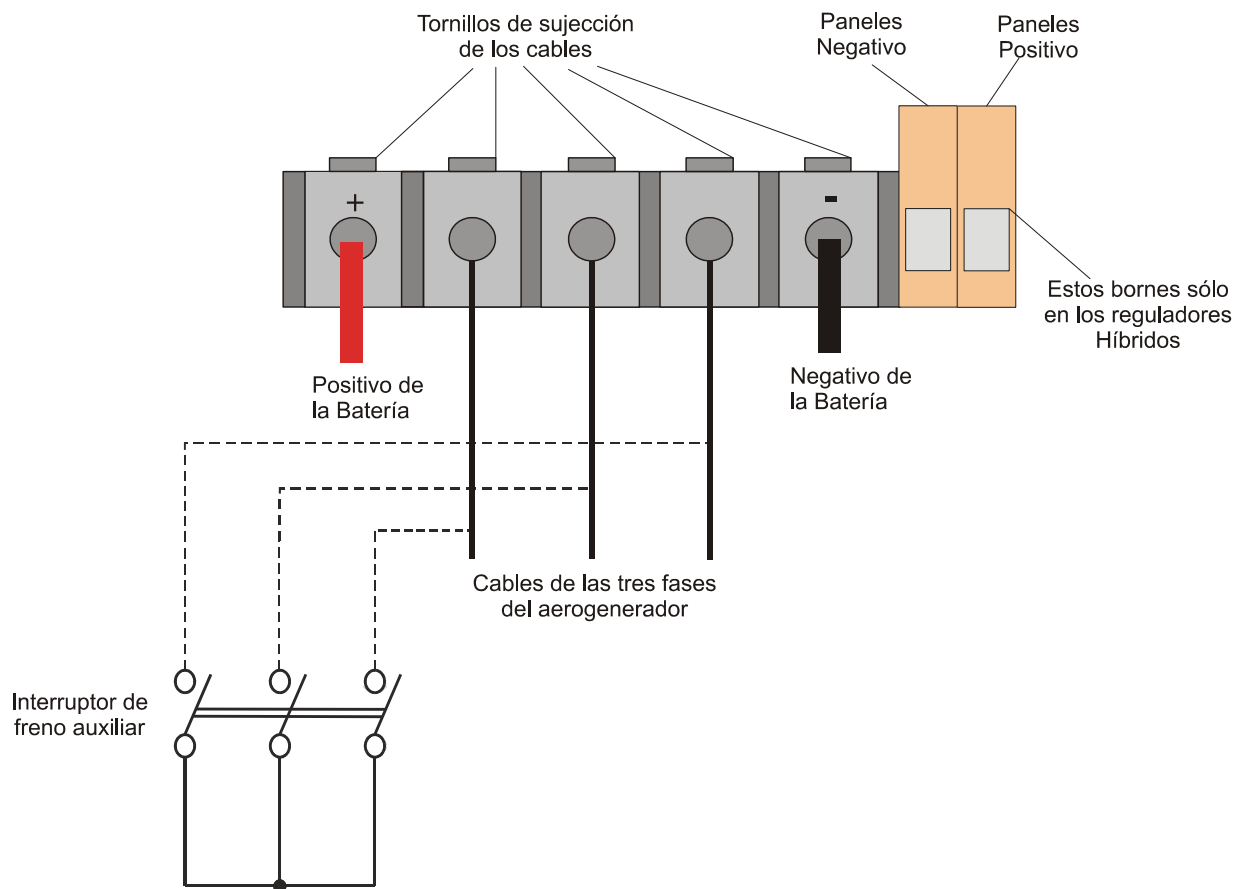

Figura 2
- **Forma manual mediante freno auxiliar:** Para garantizar una seguridad en la instalación, se debe incorporar un freno auxiliar al regulador, capaz de frenar el aerogenerador cuando se quiera dejar deshabilitado por cualquier motivo. Este sistema de freno consiste en unir las tres fases del aerogenerador. En la figura 2 aparece la conexión del freno auxiliar.
La conexión ha de ser como muestra la Figura 2. En cuanto a la conexión de las fases del aerogenerador, cabe destacar que no importa el orden.